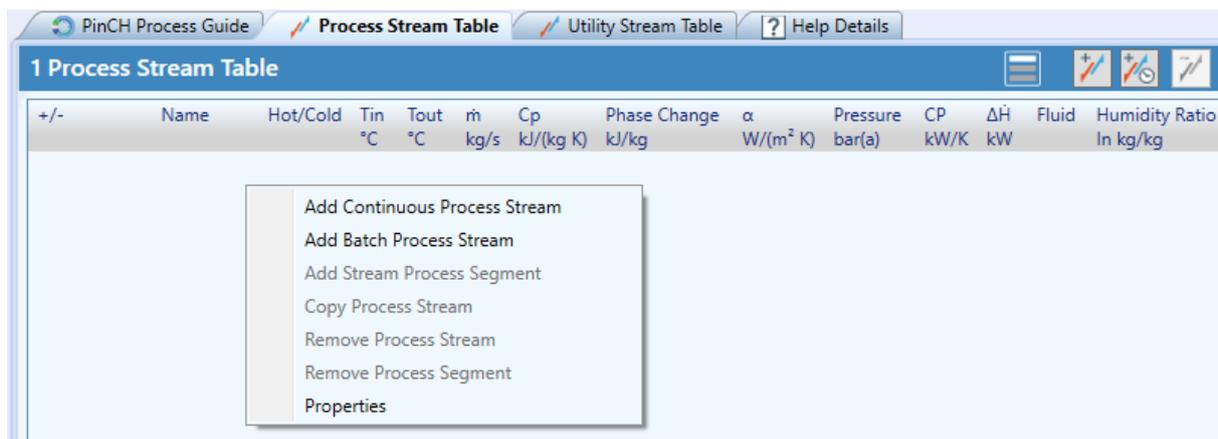

FIGURE 5 – Ajouter un flux continu au tableau de flux de procédé
- ☞ sélectionner Add Continuous Process Stream (voir Figure 5)